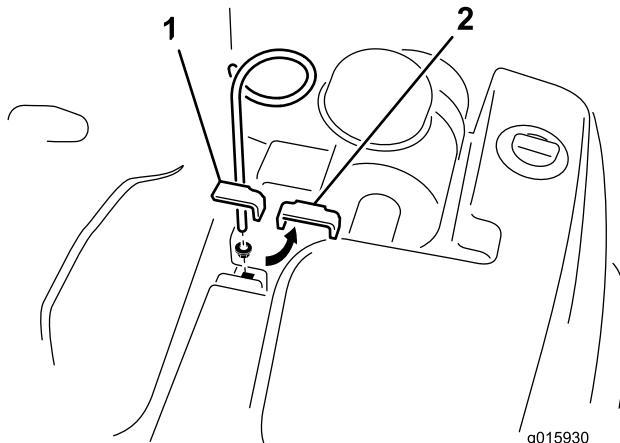

Figura 13
- Retire o parafuso, anilha e porca que prende o grampo superior do depósito hidráulico à estrutura (Figura 13). Retire e deite fora o grampo, parafuso, anilha e porca.
- Instale o guia de tubos com a porca flangeada fornecida. Posicione o guia de tubos como se mostra em Figura 13).